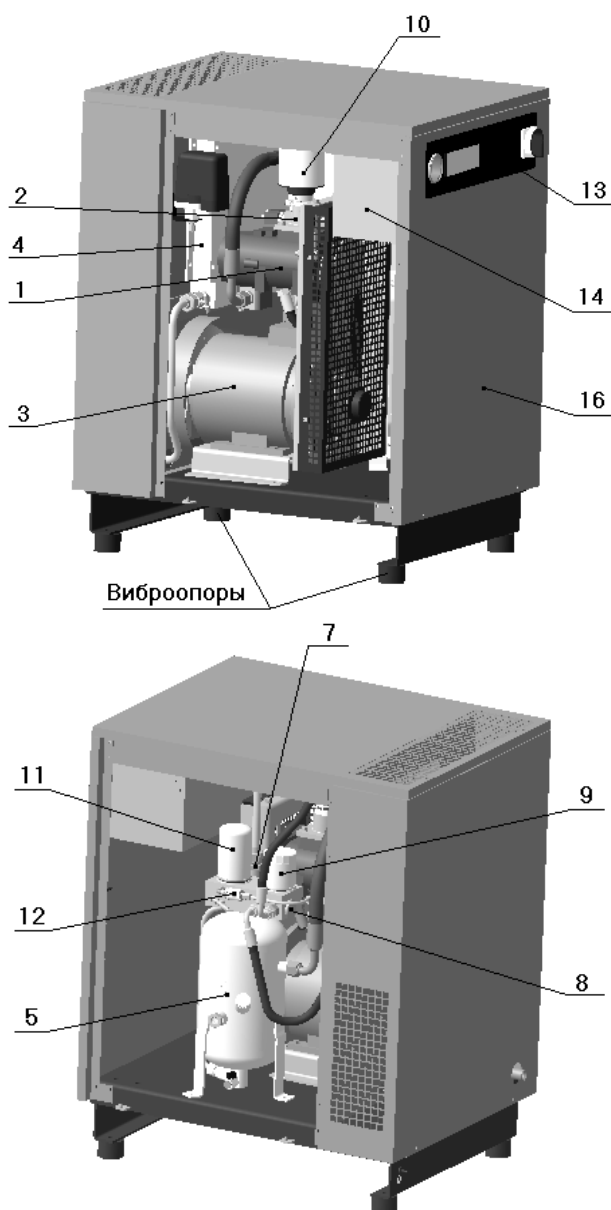
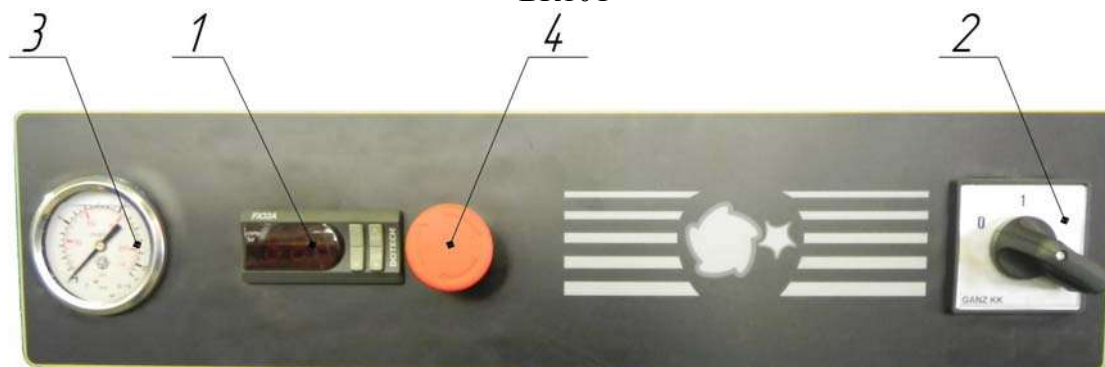
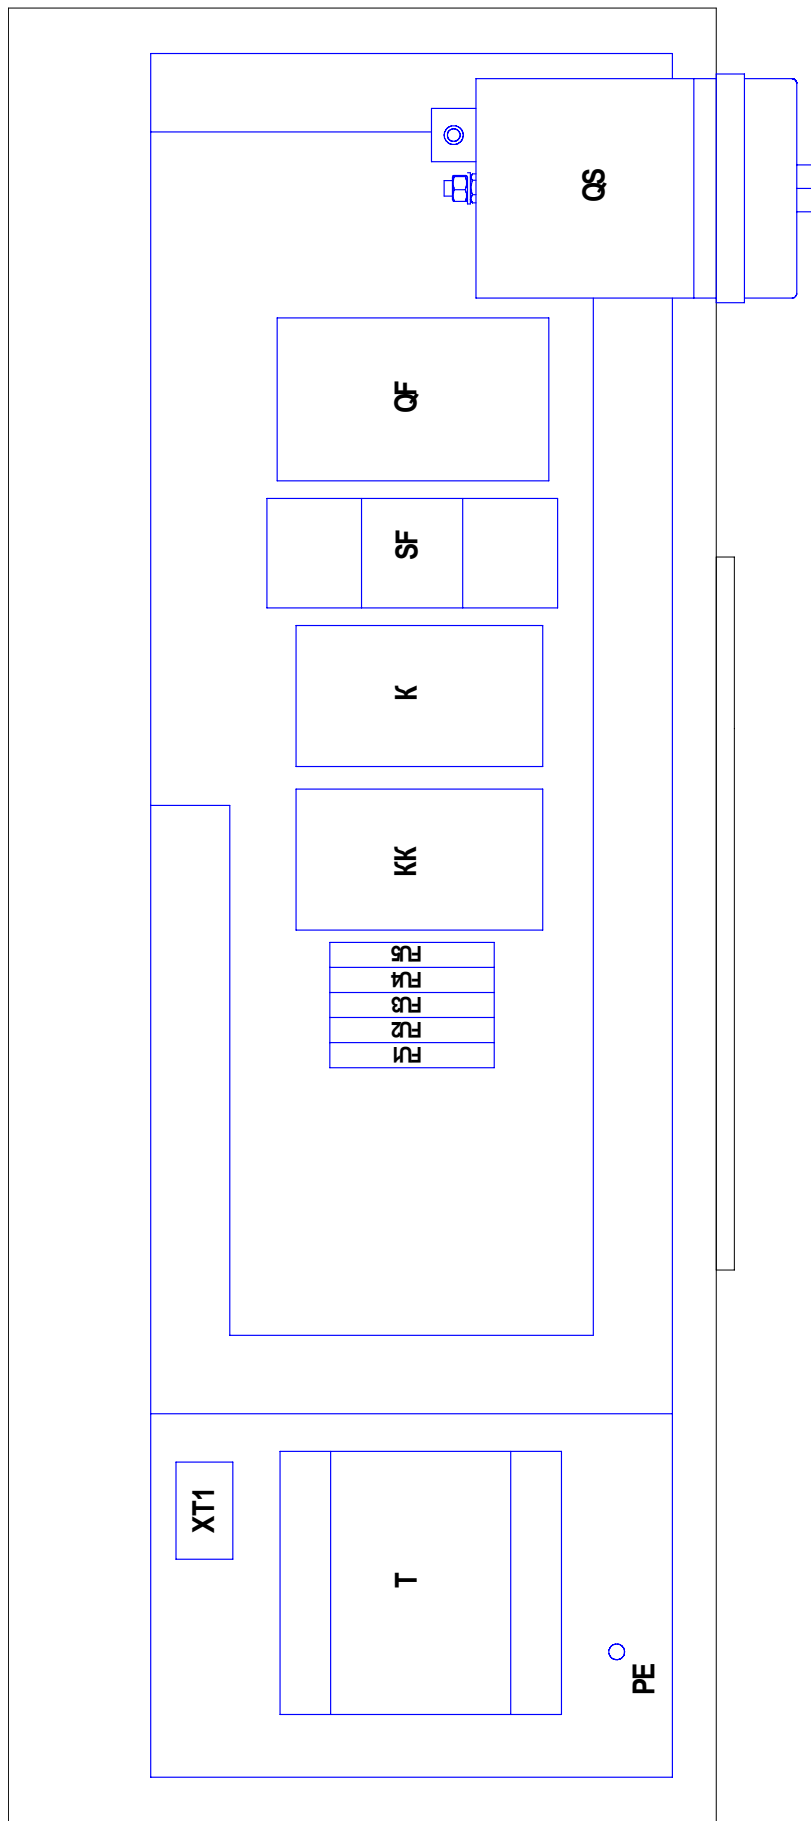

Рисунок 1 – Общий вид компрессорной установки ВК5Т-..., ВК7Т-..., ВК10Т-...
Рисунок 5
Рисунок 6 – Блок-схема платы монтажной ВК5Т, ВК7Т, ВК10Т
**1 – Винтовой блок** предназначен для выработки сжатого воздуха. Винтовые блоки, применяемые в компрессорных установках, приведены в таблице 4 (см. рисунок 1 или 2, или 3). В корпусе винтового блока расположены: винтовая группа, пропускные каналы для воздуха и масла, присоединительные фланцы.
**2 – Клапан всасывающий** (см. рисунок 1 или 2, или 3) воздушный выполняет функцию подачи воздуха в камеру сжатия и предотвращения выброса наружу сжатого воздуха и масла в момент останова установки при любом давлении подачи сжатого воздуха. Переключение клапана всасывающего в режим "ЗАГРУЗКА" или "ХОЛОСТОЙ ХОД" осуществляется при помощи клапана электромагнитного, который управляется программируемым контроллером от сигнала датчика давления.
**3 – Электродвигатель** (см. рисунок 1 или 2, или 3) предназначен для привода винтового блока.
**4 – Воздушно-масляный радиатор** (см. рисунок 1 или 2, или 3) двухсекционный, комбинированный, выполняет функции охлаждения масла и предварительного охлаждения воздуха на выходе из установки. Радиатор охлаждается проходящим через него потоком воздуха, который нагнетается вентилятором, установленным на втором конце вала электродвигателя привода установки.
**5 – Маслосборник** (см. рисунок 1 или 2, или 3) выполняет следующие функции:
**7 – Клапан минимального давления** (см. рисунок 1 или 2, или 3), установленный на линии нагнетания, предназначен для поддержания минимального давления в пределах 0,2...0,4 МПа внутри установки до тех пор, пока давление в распределительной сети не уравнивается с давлением внутри
**8 – Термостат** (см. рисунок 1 или 2, или 3) состоит из запорного плунжера и термочувствительного глицеринового элемента, изменяющего направление потока масла в зависимости от температуры и смонтирован в корпусе, на котором также установлен фильтр масляный.
**9 – Фильтр масляный** (см. рисунок 1 или 2, или 3) неразборный изготовлен в металлическом корпусе. Он расположен в контуре смазки и предотвращает попадание твердых частиц на рабочие поверхности винтов и подшипников. Его замена необходима после выработки часов, указанных в разделе "ТО", а частота замены напрямую зависит от технического обслуживания воздушного фильтра и от качества масла.
**10 – Фильтр воздушный** (см. рисунок 1 или 2, или 3) впускной открытого типа. Функция воздушного фильтра - предотвращение попадания загрязняющих частиц в зону винтовой группы и систему смазки. Некачественное обслуживание воздушного фильтра приводит к уменьшению срока службы блока винтового.
**11 – Фильтр-маслоотделитель (сепаратор)** (см. рисунок 1 или 2, или 3) завершает операцию отделения масла от сжатого воздуха и обеспечивает остаточное содержание масла в сжатом воздухе не более 3 мг/м3. Пропускная способность фильтра-маслоотделителя зависит от качества масла и его рабочей температуры.
**12 – Визуализатор возврата масла** (см. рисунок 1 или 2, или 3) предназначен для визуальной оценки количества масла на возврате из фильтра-маслоотделителя. Масло, отделенное фильтром-маслоотделителем, возвращается в систему смазки установки. Функцией визуализатора является управление расходом возвратных потоков воздуха и масла. Визуализатор позволяет проверить эффективность работы фильтра-маслоотделителя и системы сепарации.
**13 – Панель управления** (см. рисунок 1 или 2, или 3). На лицевую сторону панели управления вынесены следующие органы управления (рисунок 5):
**14 – Шкаф с электроаппаратурой** (см. рисунок 1 или 2, или 3) представляет собой короб закрытого типа с установленной платой, на которой смонтирована пускорегулирующая аппаратура и устройства защиты (блок-схема см. рисунок 6), доступ к которым осуществляется путем демонтажа верхней панели корпуса и крышки шкафа.
**16 – Корпус шумозащищенного исполнения** (см. рисунок 1 или 2, или 3) служит для снижения уровня шума в рабочей зоне установки.
- 4) Плавкие предохранители - (см. рисунок 6) защита цепей управления и сигнализации;